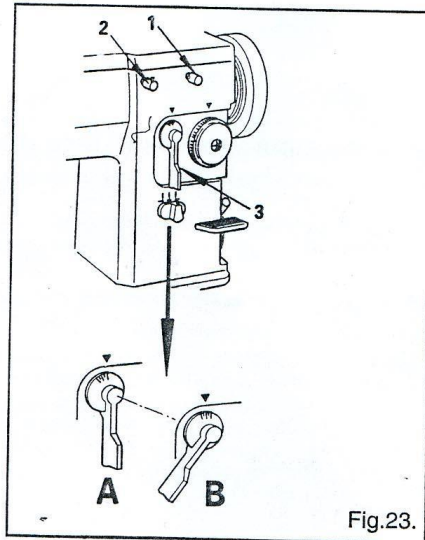

Fig.23.
19. Регулировка расстояния по горизонтали (Рис. 23)